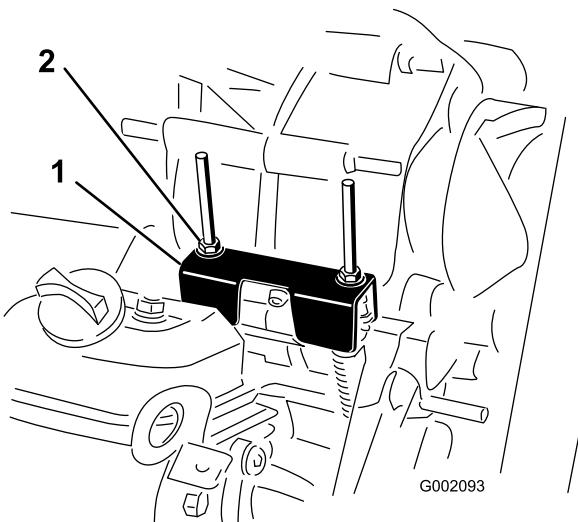

Рисунок 45
Прежде чем выполнять плановое техобслуживание и (или) диагностику двигателя, коробку передач необходимо переключить в положение НЕЙТРАЛЬ (Рисунок 45). У автомобиля есть положение НЕЙТРАЛЬ на рычаге переключения передач, которое включает нейтральное положение в трансмиссии. Выполните следующие действия, чтобы убедиться в правильной работе рычага переключения трансмиссии в нейтральном положении:
2. Убедитесь, что кронштейн нейтрали находится в НЕЙТРАЛЬ положении (на уровне кронштейна крепления троса, расположенного под кронштейном переключения передач), повернув ведомое сцепление (Рисунок 45).
3. Поверните одну из контргаек (Рисунок 45), чтобы получить зазор от 0,762 до 1,52 мм между нижней частью гайки/шайбы и кронштейном нейтрали.